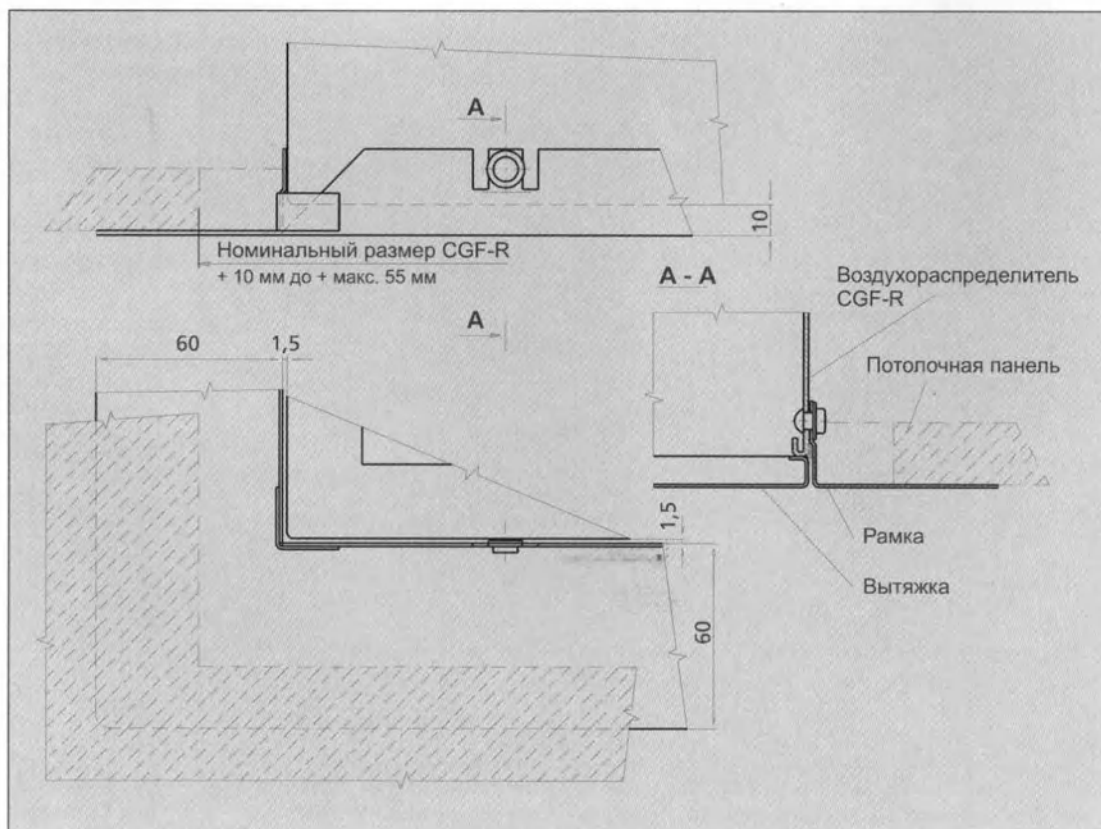

Рис.9 Крепление воздухораспределителя CGF-R к панельному потолку
3.7. Крепление воздухораспределителя на панельный потолок (рис. 9)